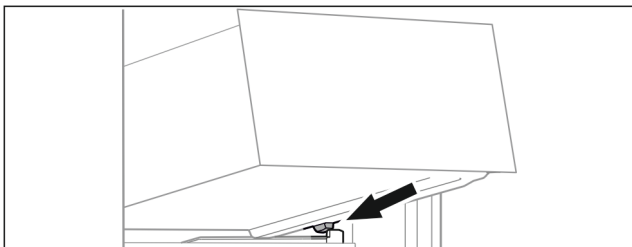

Fig. 96
- ▶ Schubfach schräg hinter den Stopperrn auf Behälterrippe aufsetzen. (siehe Fig. 96)